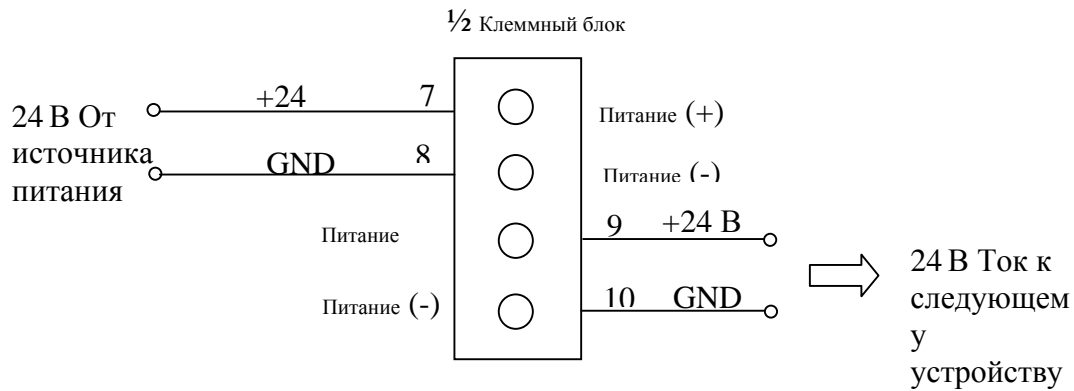

Рис. 10 Схема подсоединения проводов подвода питания.
- б) подсоедините подводящие провода к клеммным блокам как показано на Рис. 10.